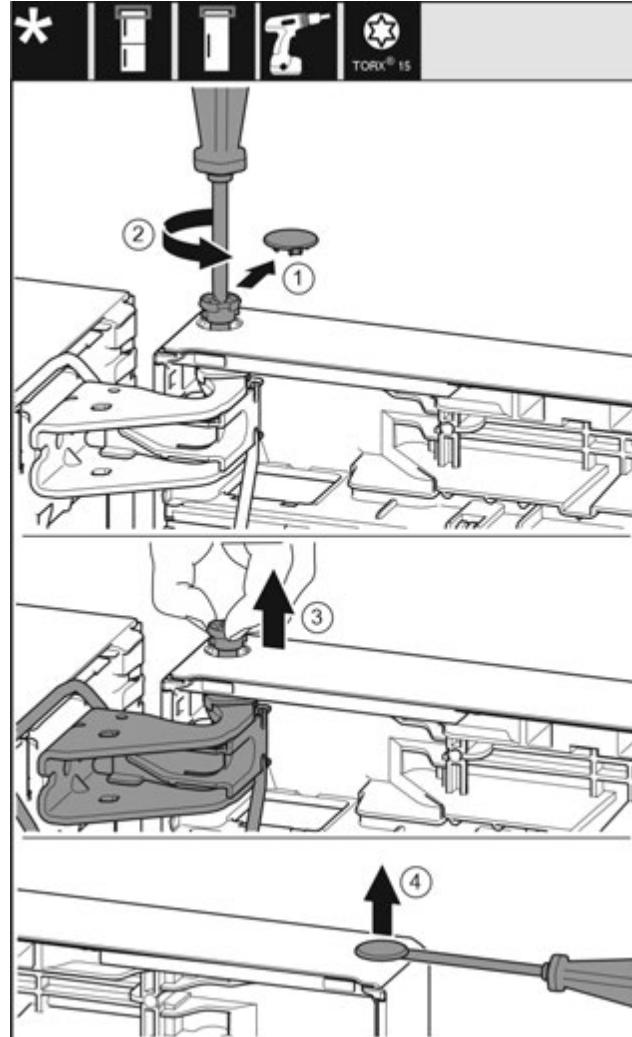

Fig. 22
- Обережно зніміть запобіжну кришку. Fig. 22 (1)
- Трохи викрутіть гвинт за допомогою викрутки T15. Fig. 22 (2)
- Притримуйте дверцята і витягніть палець руками. Fig. 22 (3)
- За допомогою шліцевої викрутки обережно підійміть пробку із опорного втулка дверцят та витягніть її. Fig. 22 (4)